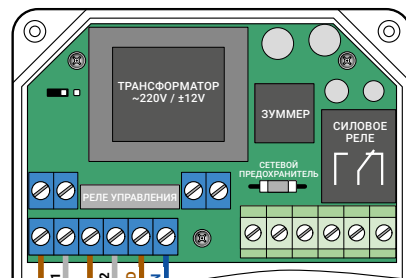

Рис. 5. Схемы подключения кабелей датчиков протечки воды к блоку управления и внешнего переключателя с фиксацией положения
6.2. Рис. 5. Схема подключения кабелей датчиков протечки воды к блоку управления. Клеммы для подключения датчиков: **INP** – любой цвет провода датчика; **GND** – любой цвет провода датчика.
6.3. Рис. 5. Схема подключения к блоку управления переключателя (выключателя) с фиксацией положения. Переключатель служит для ручного дистанционного включения/отключения водоснабжения. При замыкании переключателя шаровой электропривод закрывается.